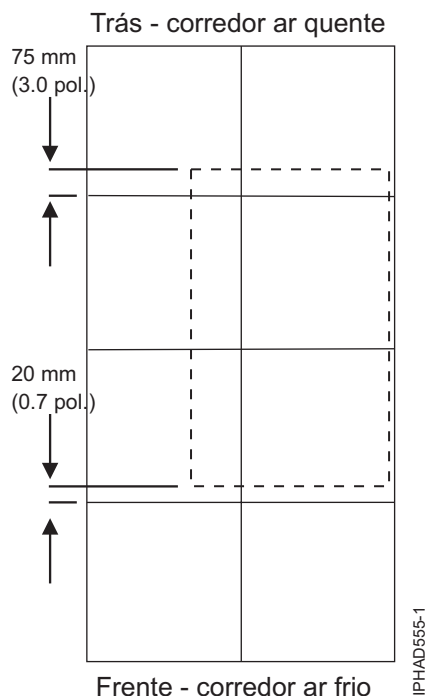
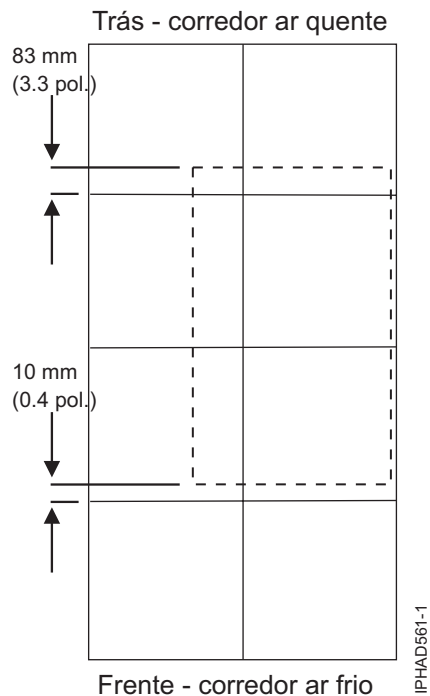

Figura 59. Colocação do bastidor em mosaicos de 610 mm (24 pol.)
Figura 65. Colocação de bastidor em mosaicos de 600 mm (24 pol.)
3. As figuras Figura 59 na página 117 e Figura 65 na página 123 destinam-se apenas a mostrar as posições relativas e dimensões exactas dos cortes no piso. As figuras não se destinam a ser um modelo da máquina e não estão à escala.